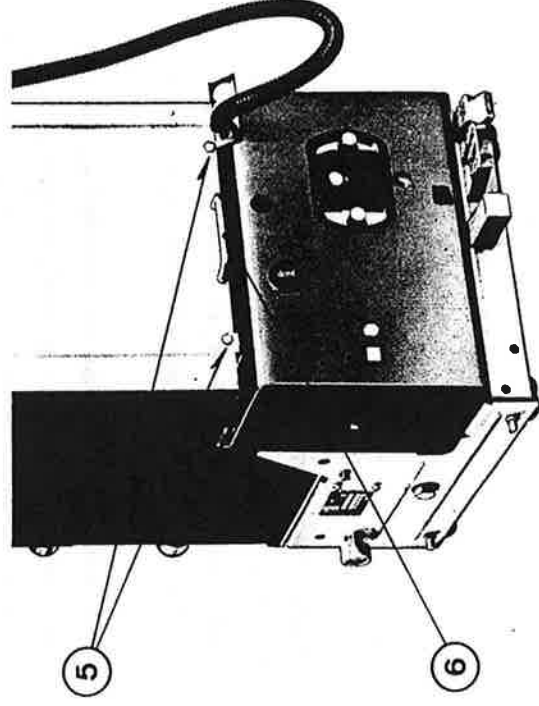

Fig. 5
Con le camere fissate, montare il complesso diaframmi fissandolo al telaio dell'interruttore con le chiavi (5) (fig. 5).
Non spostare l'interruttore agendo sulla protezione anteriore metallica dei diaframmi. Agire solo sulla maniglia (6) (fig. 5).
After mounting the arc-chutes, fasten the insulating barrier to the breaker by means of the two screws (5) (fig. 5).
To move the breaker use only the handle (6) (fig. 5). For non straight-line motion, use the dolly (1) (fig. 1) the pin of which is to be introduced into the hole of the breaker center jut. Push down the dolly rod till the front wheels of the truck are lifted, then move the breaker.
Fig. 5 a